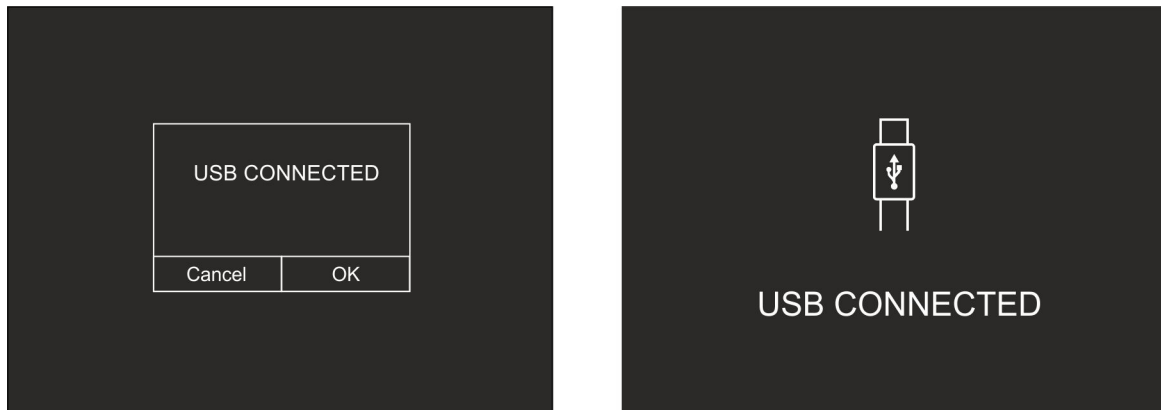

Fig. 12: Ligação do instrumento ao PC
3. Ligar o instrumento ao PC com o cabo USB fornecido. Ver ecrã da Fig. 12 - lado esquerdo
4. Confirme com "OK" para ativar a conexão ou clique em "Cancel" para voltar ao menu principal. O ecrã da Fig. 12 - lado direito é exibido e o instrumento não aceitará nenhum comando